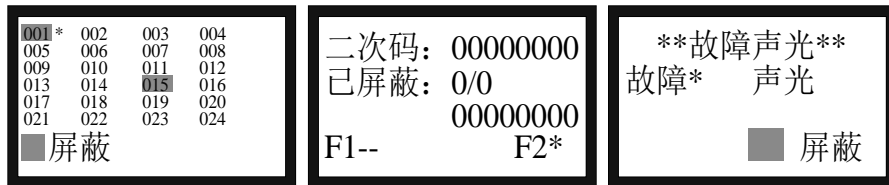

图 4-18
当外部设备探测器、模块或火灾显示盘发生故障时，可将它屏蔽掉，待修理或更换后再利用释放功能将设备恢复。进入主菜单中屏蔽显示菜单（第④项），可详查系统屏蔽的状况，若要对各部位进行屏蔽或解除屏蔽的操作，如图4-18。